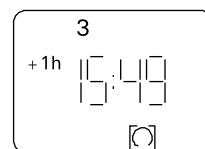

Рисунок 17.
3. Третье нажатие **блокирует режим выключения**. Для обозначения данного режима на дисплее видны квадратные скобки. Режим исчезает следующими нажатиями кнопки. (Рис. 17)